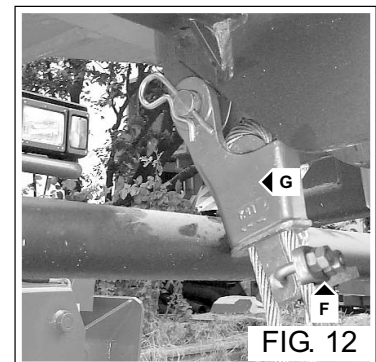

FIG. 12
- Avvitare il morsetto di sicurezza fune al ferma cavo (Fig. 12 - Rif. F).
- Montare il ferma cavo nell'apposito alloggiamento sotto le pulegge guida fune (Fig. 12 - Rif. G).
- Screw the safety clamp back on the cable clamp (Fig. 12 - Ref. F).
- Fit the cable clamp in its housing under the rope guide pulley (Fig. 12 - Ref. G).
- Die Seilklemme am Seilanschlag anschrauben (Abb. 12 - Bez. F).
- Den Seilhalter in der vorgesehenen Aufnahme unter den Seilführungs-Riemenscheiben (Abb. 12 - Buchst. G) anbringen.